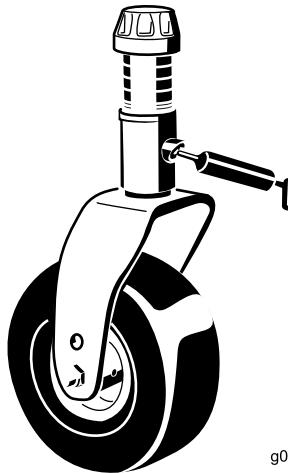

Figura 64
- 2 boccole dell'albero della forcella della ruota orientabile (Figura 64)